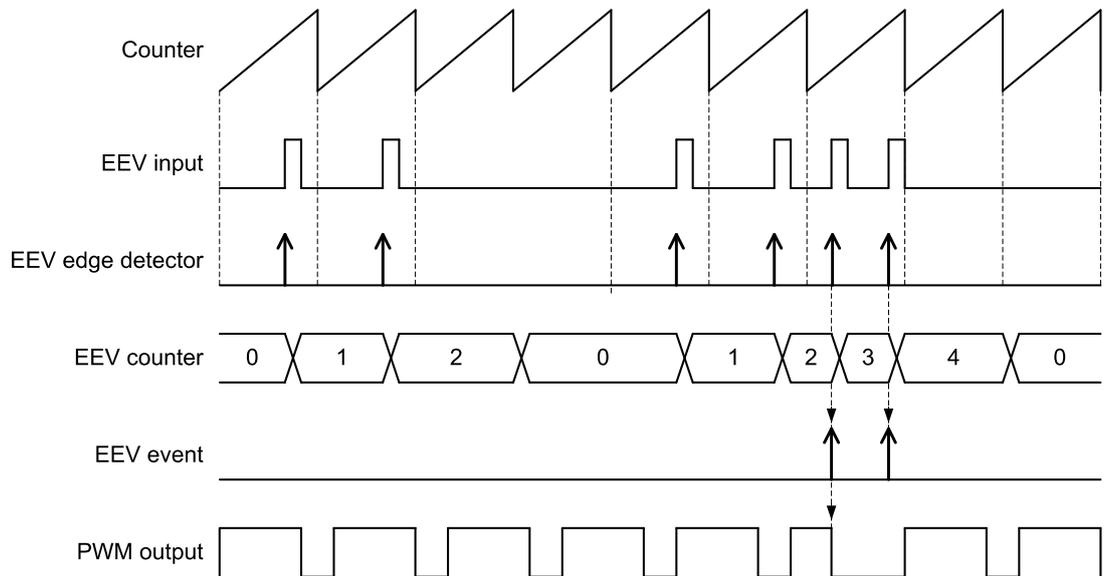

图 19-37 外部事件计数器累积模式 (EVEXRSTM=1, EVEXCNT=2)
- 累积模式：当 EEVARSTM=1 时，只有在上一 PWM 周期内没有出现外部事件时，外部事件计数器才会清零。这是一种累积模式，外部事件必须在多个 PWM 周期内都至少出现一次，如下图 19-37 所示。